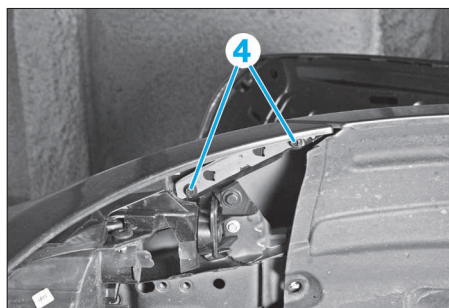

FIG. 29
• De chaque côté du véhicule, pousser le passage de roue sur le côté (Fig.29) puis déposer les deux vis (4) de fixation.